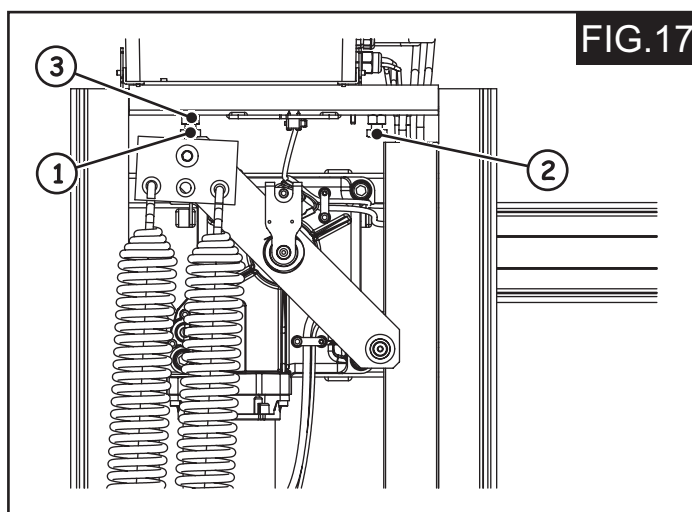

FIG.17
En la parte superior del armazón están presentes dos bloqueos mecánicos, (Fig. 17 ref. 1 y 2).
- 2.- Afloje las tuercas de bloqueo, (Fig. 17 ref. 3).